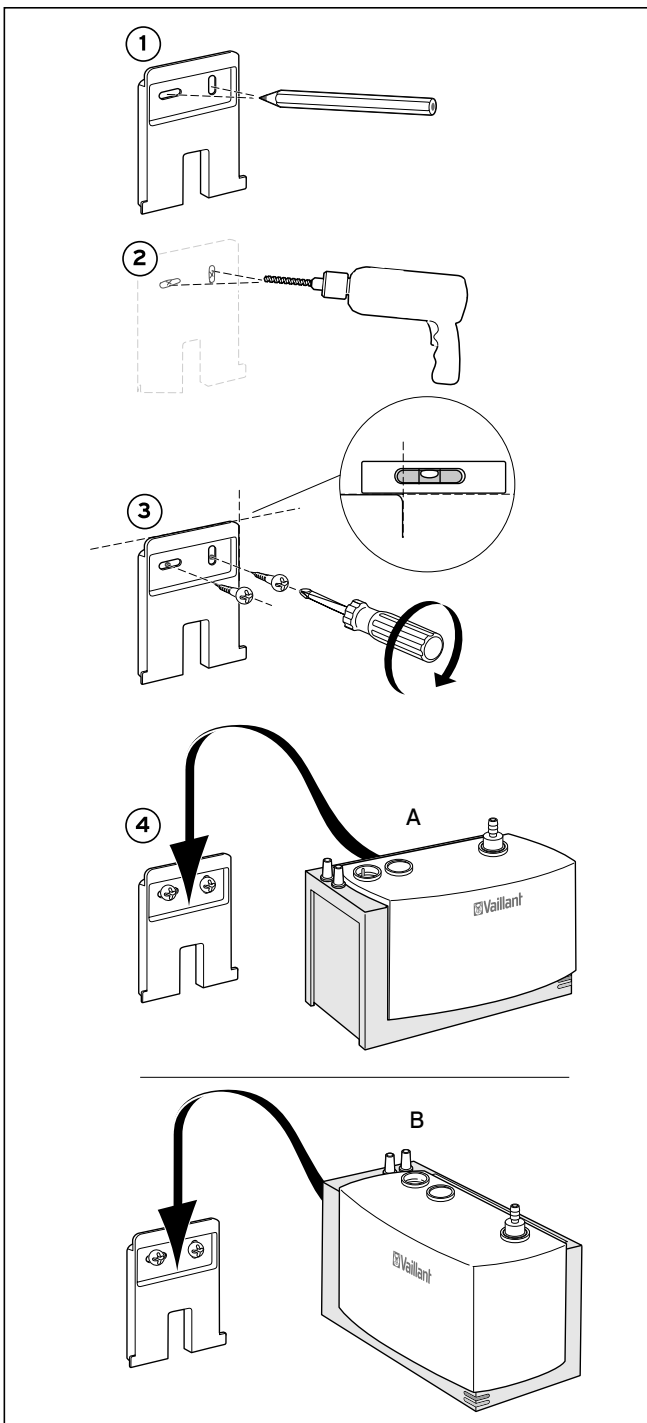

Abb. 4.2 Montage des Wandhalters
- Montieren Sie den Wandhalter gemäß Abbildung 4.2 an einer geeigneten Stelle unterhalb der Kondensat- auslaufstelle des Heizgerätes.